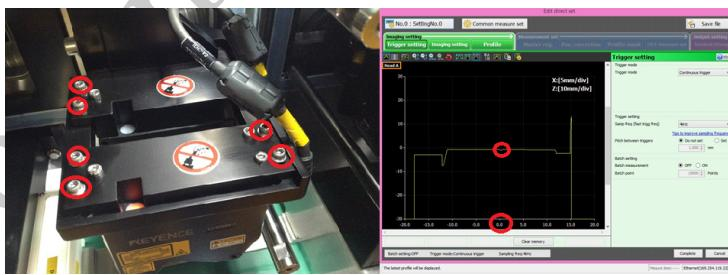

FIGURE 3.4 – Ajustement de la ligne laser
- Dévisser les 4 vis, voir Fig. 3.4 et ajuster la position de la tête laser de façon à ce que la rainure de la cible de calibration se retrouve à l'abscisse  $x = 0$ , voir Fig. 3.4
Déplacer la cible de réglage usine de façon à avoir les pointillés sous la ligne laser. Ajuster la position de la tête laser de façon à ce que le signal laser ressemble à un peigne. Une fois l'alignement réalisé, sans enlever la cible de réglage, serrer les vis, voir Fig. 3.4 et vérifier que la tête laser est bien maintenue sur son support (aucun mouvement ne doit perturber le signal en forme de peigne).